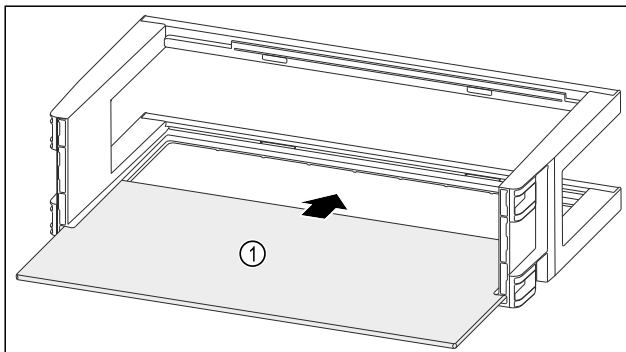

Fig. 114
- ▶ Abstellfläche Fig. 114 (1) in die seitlichen Einsparungen einschieben.